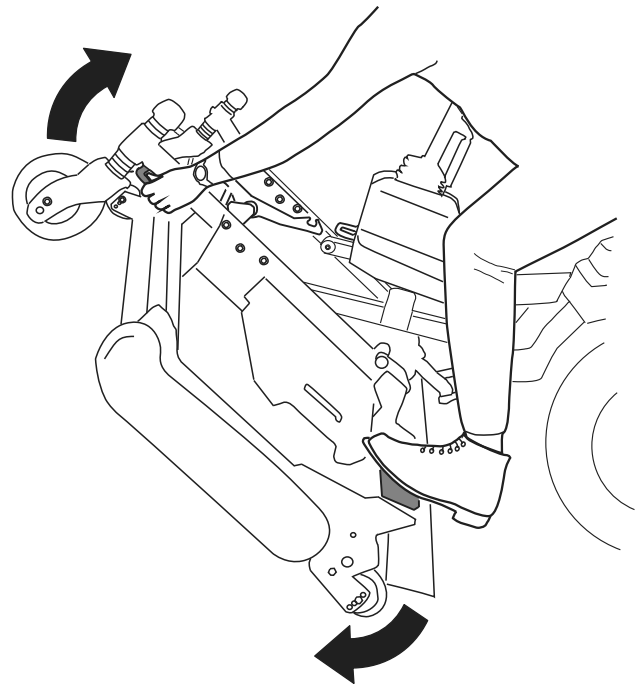
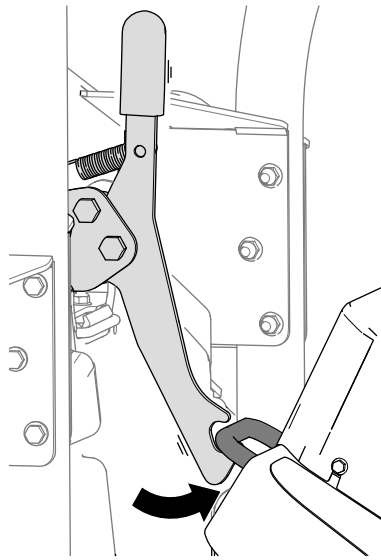

図 36
図 37
5. カッティングユニットを立てる 図 36 と、ラッチがロープ掛けブラケットに掛かる 図 37。